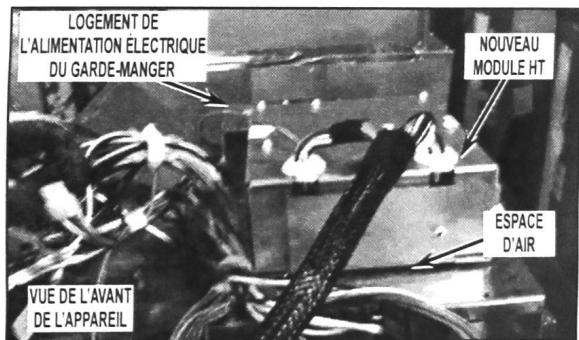

FIGURE 10
12. Placer le nouveau module HT à côté du logement de l'alimentation électrique du garde-manger. Le nouveau module HT ne sera PAS vissé. Voir Figure 10.